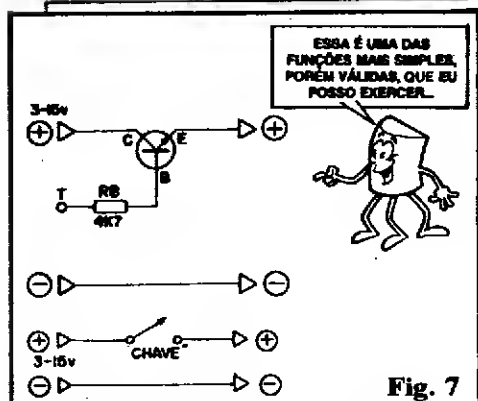
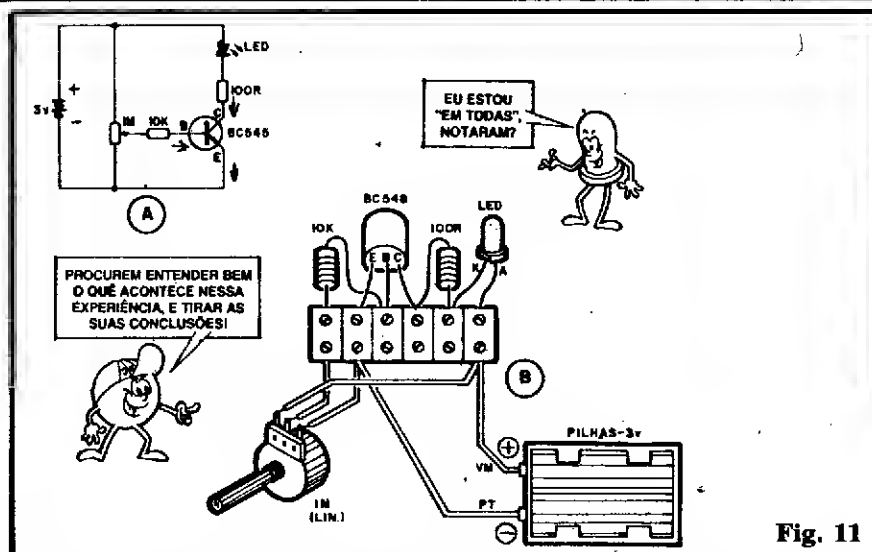

Fig. 7
Fig. 11
- **FIG. 7** - O transistor como "chave" ou interruptor simples de corrente. Sabendo que, ao aplicarmos uma determinada corrente de BASE, ainda que tênue, podemos obter (através do **ganho** do compo-
Notar que a aplicação diagramada na fig. 7 é a forma mais "crua" e simples de **amplificação**, tipo "tudo ou nada", ou seja: leva o transistor do CORTE (praticamente nenhuma corrente de COLETOR pode ser obtida, com o ponto "T" livre...) à SATURAÇÃO (máxima corrente de COLETOR, "recolhida" no EMISOR, quando o ponto "T" está positivamente polarizado...).
- FIG. 11-A - Esquema do circuito/EXPERIÊNCIA. O transistor (no caso um NPN, tipo BC548...) apresenta, como "carga" de COLETOR, um LED (de cuja luminosidade poderemos inferir a CORRENTE nele circulando - ver "Aula" nº 5...), devidamente protegido pelo resistor de 100R (que limita a corrente máxima, de modo que nem o LED, nem o transistor, possam sofrer qualquer dano por sobre-carga). O terminal de BASE do transistor, para receber sua polarização, está primeiramente "defendido" pelo resistor de 10K (notar que com isso - VER LEI DE OHM - em nenhuma circunstância a BASE poderia receber corrente superior a 300uA, sob a tensão geral de alimentação de 3V...). Já a tensão real de polarização de BASE do transistor, pode ser determinada,
- FIG. 11-B - Diagrama de montagem do circuito/EXPERIÊNCIA. Observar com cuidado as ligações dos terminais do transistor (que não podem ser invertidas ou modificadas) do LED, a polaridade da alimentação (fios que vem das pilhas...), os valores dos resistores em função das suas posições na barra e, finalmente, as ligações do potenciômetro. Notar que este último é o único componente que deverá receber prévias ligações **soldadas** aos seus terminais, que
A EXPERIÊNCIA, então, comprova “ao vivo” a relação direta entre a corrente de COLETOR e a de BASE, conforme foi explicado no começo da presente “Lição”! É bom relembrar e definir bem; em **tudo e qualquer** circuito onde esteja, o que um transistor faz é **SEMPRE amplificar corrente**, seja “radicalmente” (tudo ou nada, feito na fig. 7), seja proporcionalmente (ou linearmente, como na fig. 11).